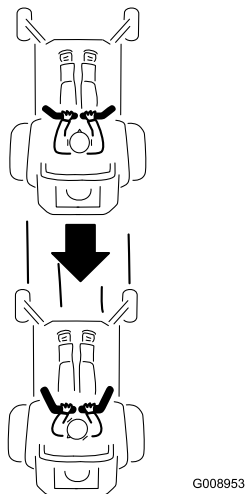

Figura 19
- Para ir hacia atrás, mire hacia atrás y hacia abajo, y tire hacia atrás lentamente de las palancas de control de movimiento (Figura 19).
Para ir en línea recta, aplique la misma presión a ambas palancas de control de movimiento (Figura 19).